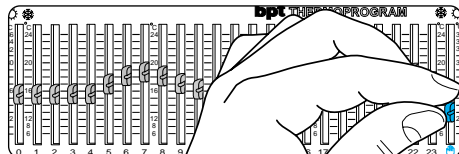

Fig. 23
9.2 - Spostare il cursore  (fig. 23) in corrispondenza della temperatura desiderata.